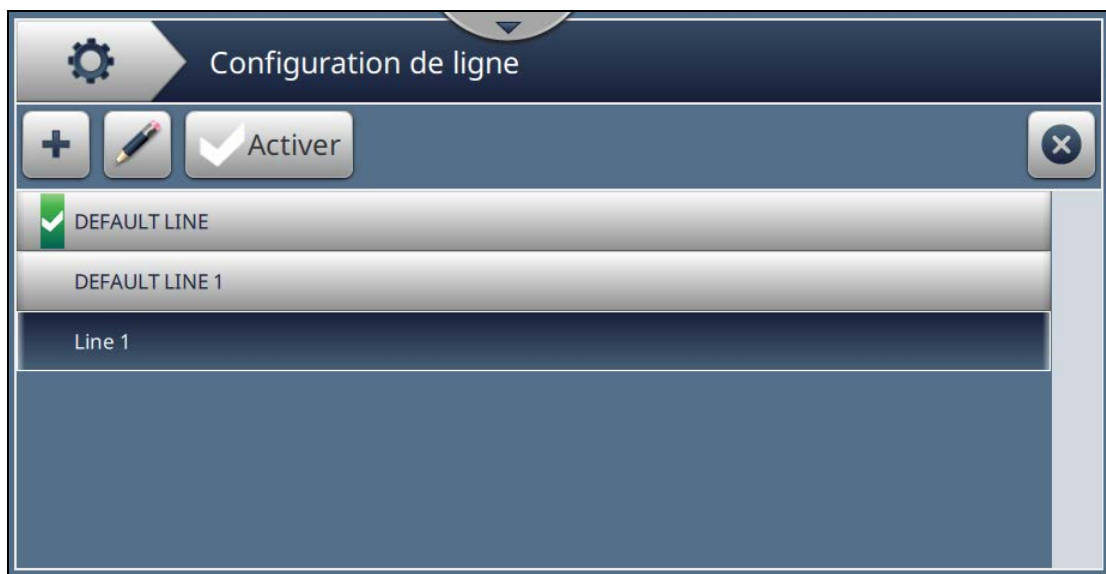

Figure 6-27 : Écran Configuration de ligne
2. Appuyez sur le bouton  dans l'écran de configuration de ligne pour créer une nouvelle configuration de ligne, comme illustré dans Figure 6-27. L'écran Nom de configuration de ligne s'affiche avec un pavé tactile.